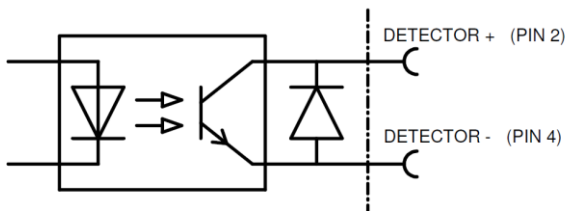

Figure 4, connexions du *Perfomaster*
- connecter le câble d'alimentation à l'alimentation comme illustré à la Figure 4.